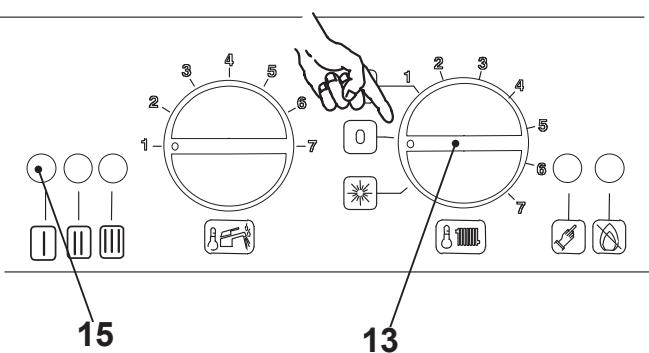
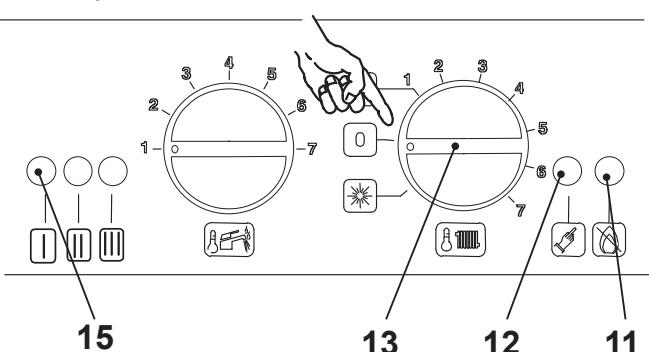
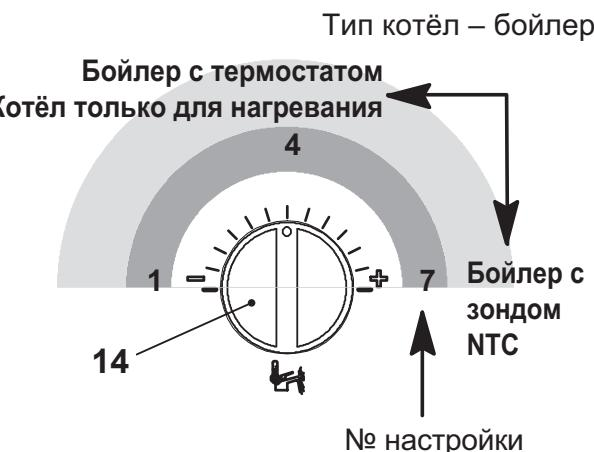

Рисунок 5.17
Рисунок 5.19
Рисунок 5.21
- Держите в нажатом положении кнопку сброса 12 (Рисунок 5.19) в течение 10 секунд, лампочка блокировки 11 (Рисунок 5.19) начнёт мигать.
- Сигнальные лампочки 15 (Рисунок 5.17) будут иметь вид, как показано на Рисунке 5.20.
- Для показа заданной настройки держите в нажатом положении кнопку сброса 12 (Рисунок 5.19), примерно, 5 секунд. Сигнальные лампочки 15 (Рисунок 5.17) будут мигать столько раз, сколько было установлено (Рисунок 5.21).
- Для изменения настройки поверните ручку регулировки температуры санитарного оборудования 14 (Рисунок 5.21) и поставьте её на тип выбранного котла (на рисунке примера ручка была настроена на Котёл с бойлером с термостатом или только нагревание), сигнальная лампочка блокировки 11 (Рисунок 5.19) начнёт быстро мигать.
12 (Рисунок 5.19), примерно, 5 секунд, все сигнальные лампочки 15 (Рисунок 5.17) начнут одновременно мигать, как показано на Рисунке 5.22.
- Нажмите на кнопку сброса 12 (Рисунок 5.19) (1 раз) пока не будут показаны сигнальные лампочки 15 (Рисунок 5.17) как на Рисунке 5.23.
- Для показа заданной настройки держите в нажатом положении кнопку сброса 12 (Рисунок 5.19) примерно, 5 секунд. Сигнальные лампочки 15 (Рисунок 5.17) будут мигать столько раз, сколько было установлено Рисунке 5.23.
5.24) и поставьте её на тип выбранного котла (на рисунке примера ручка была настроена на Котёл с бойлером с термостатом, котёл только для нагревания или котёл с бойлером с зондом NTC), сигнальная лампочка блокировки 15 (Рисунок 5.17) начнёт быстро мигать.
- Для внесения в память настройки держите в нажатом состоянии кнопку сброса 12 (Рисунок 5.19), примерно, 5 секунд, все сигнальные лампочки 15 (Рисунок 5.17) начнут одновременно мигать, как показано на Рисунке 5.25
- Нажмите на кнопку сброса 12 (Рисунок 5.19) (1 раз) пока не будут показаны сигнальные лампочки 15 (Рисунок 5.17) как на Рисунке 5.26.
- Для показа заданной настройки держите в нажатом положении кнопку сброса 12 (Рисунок 5.19) примерно, 5 секунд. Сигнальные лампочки 15 (Рисунок 5.17) будут мигать столько раз, сколько было установлено Рисунке 5.26.
- Нажмите на кнопку сброса 12 (Рисунок 5.19) (1 раз) пока не будут показаны сиг-